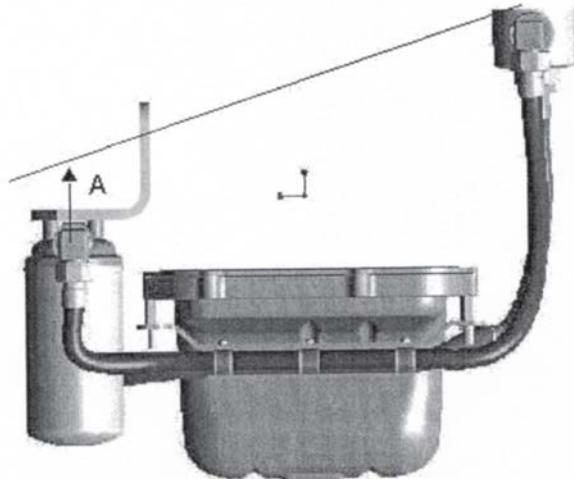

Рис. 5. Дистанционная система смазки. Вид спереди.
- Опорная точка адаптера фильтра должна располагаться выше всей внешней системы смазки. С учетом максимального дифферента и продольного крена судна и двигателя (например, 35°), линия проведенная под таким же углом (35°) от адаптера фильтра должна проходить выше основания фильтра, и все маслопроводы должны находиться под ней (т. е. расстояния А и В на рис. 5 и 6 должны быть положительными). Фильтр следует устанавливать вертикально.